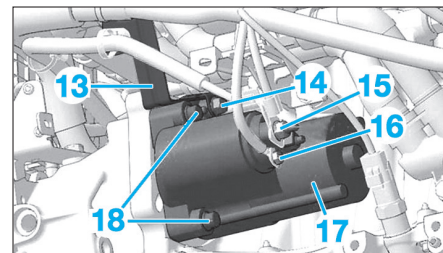

Fig. 10
- les écrous de fixation (15) et (16) (Fig.10),